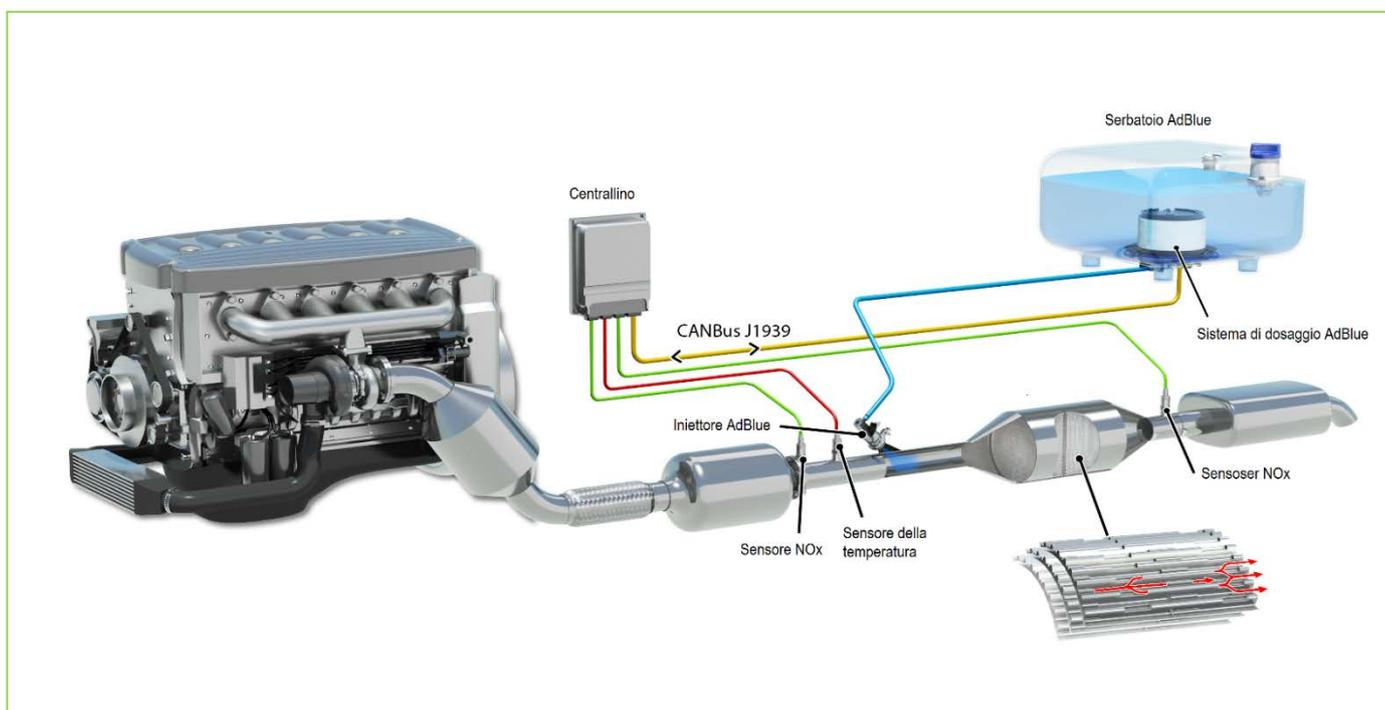

Figura 1: Sistema SCR
- **Nell'SCR** (Selective Catalyst Reduction): una soluzione di urea composta dal 32,5% di ammoniaca e 67,5% di acqua demineralizzata, comunemente chiamata AdBlue®, viene nebulizzata a monte del catalizzatore SCR tramite un iniettore ed un impianto dedicato, il tutto gestito da una centralina, in modo da favorire l'eliminazione/l'abbattimento degli NOx (vedi figura 1).